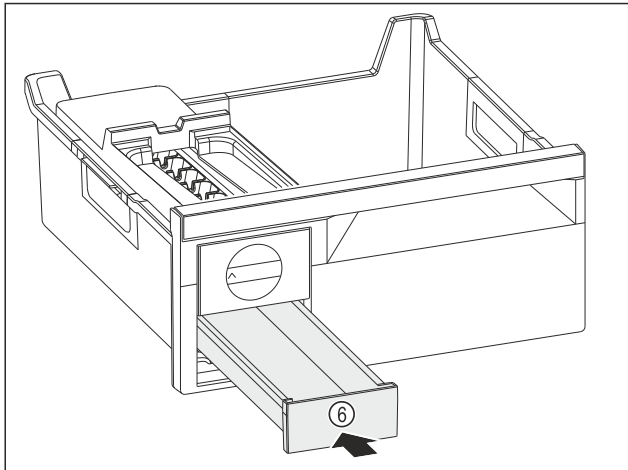

Fig. 110
- ▶ Встановіть форму для льоду Fig. 110 (6).